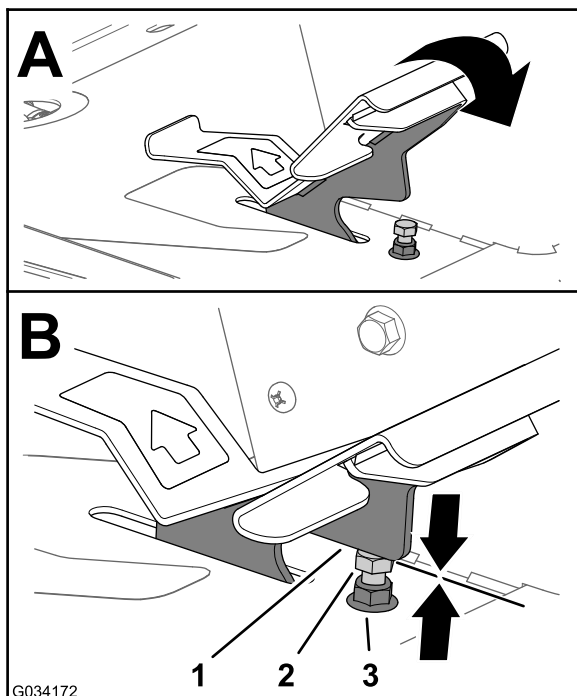
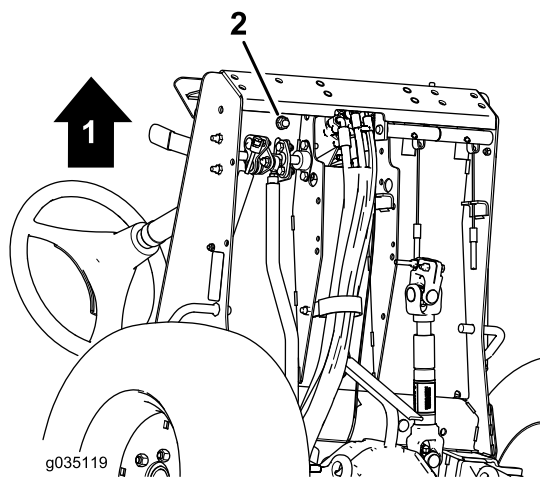

Figure 78
Figure 79
1. Poussez complètement la pédale de déplacement en avant (Figure 78) .
- A. Bloquez la butée de la pédale de déplacement (Figure 78) avec une clé.
- B. Desserrez l'écrou de blocage au bas du repose-pied (Figure 79).
- C. Poussez complètement la pédale de déplacement en position avant (Figure 78).
- D. Tout en maintenant la butée de la pédale de déplacement, réglez l'écrou de blocage situé au-dessus du repose-pied (Figure 78) jusqu'à ce que la pédale touche la butée.
- F. Tout en maintenant la butée de la pédale de déplacement, serrez l'écrou de blocage au bas du repose-pied (Figure 78 et Figure 79) à un couple de 37 à 45 N·m.